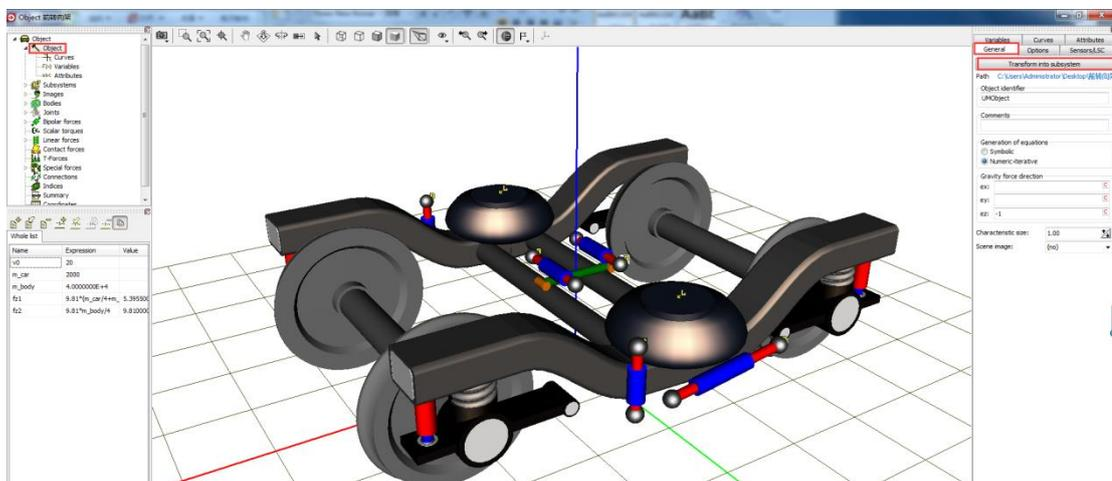

图 019-2 一键转换子系统
1、当一个转向架全部建完之后，在左侧模型树选择 **Object**，在右侧选择 **General**，点击 **Transform into subsystem**，如图 019-2；